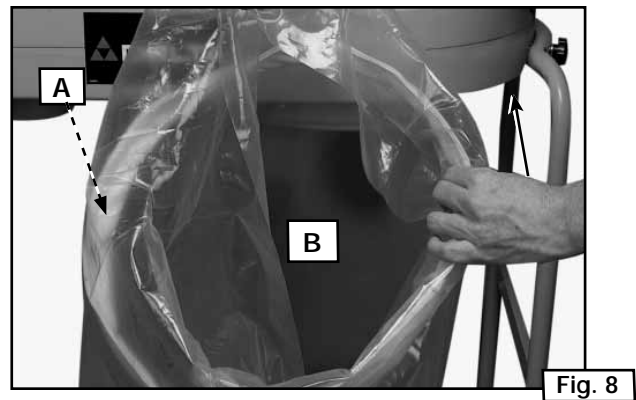
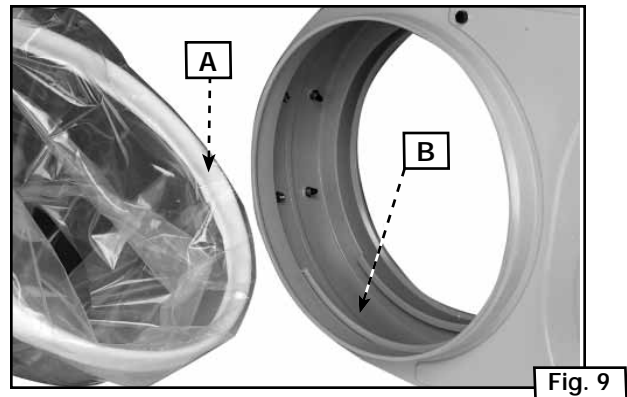

Fig. 8
Fig. 9
1. Coloque el anillo de retención para bolsa cubierto de tela (A) Fig. 8 adentro de la abertura de la bolsa plástica transparente para recolección de polvo. Pliegue aproximadamente 152,4 mm (6 pulgadas) de la bolsa alrededor del anillo de retención.
2. Coloque la bolsa en el orificio grande (B) Fig. 8 del conjunto de motor y soplador. Calce el anillo de retención (A) Fig. 8 y (A) Fig. 9 en la ranura inferior (B) Fig. 9. Doble y pliegue el anillo para que calce en su lugar.